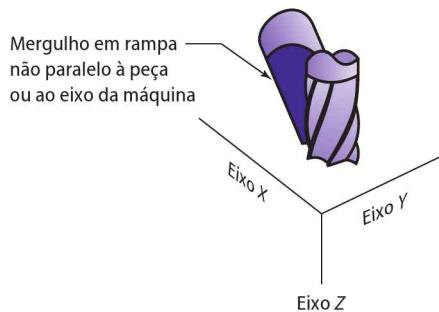

Figura 1-50 Qual nível de comando pode produzir este mergulho em rampa?
- Qual tipo de movimento da máquina produz uma rampa em descida em um bolso mostrado na Figura 1-50?